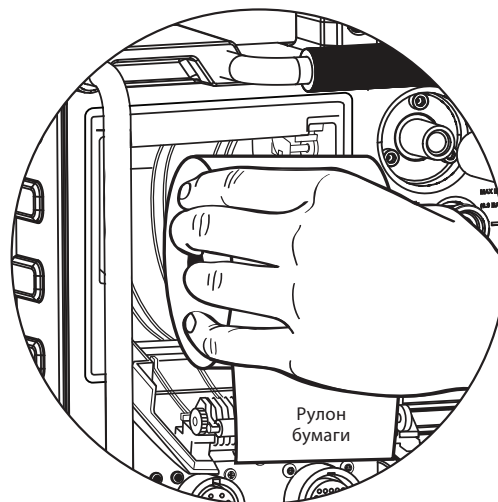

Рис. 52. Загрузка рулона бумаги
3. Установите в принтер новый рулон бумаги, как показано на рис. 52. Рулон должен быть вставлен так, чтобы бумага подавалась сверху.